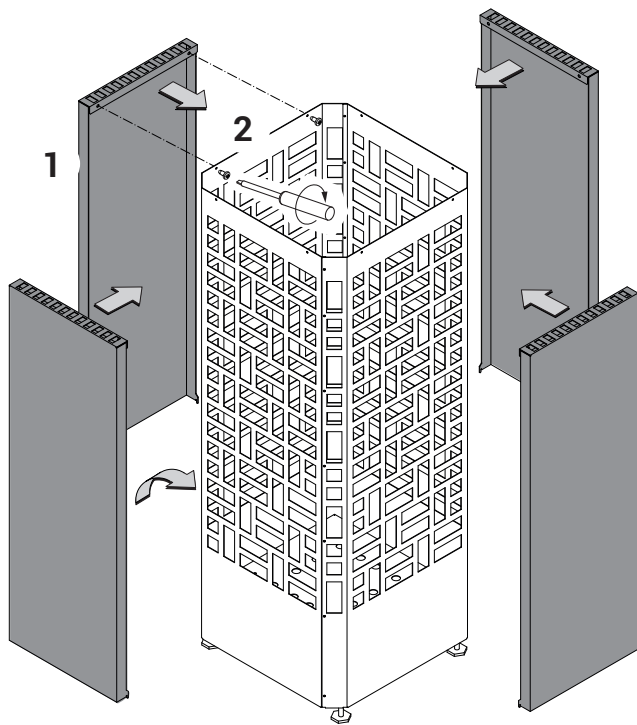

Рис. 7
- При помощи уголков крепления введите боковые панели сначала в отверстия в нижней части, далее натяните их в верхней части на борт наружного корпуса (рис. 7)
- Затем закрепите при помощи 2-х доставленных совместно винтов (рис. 7)